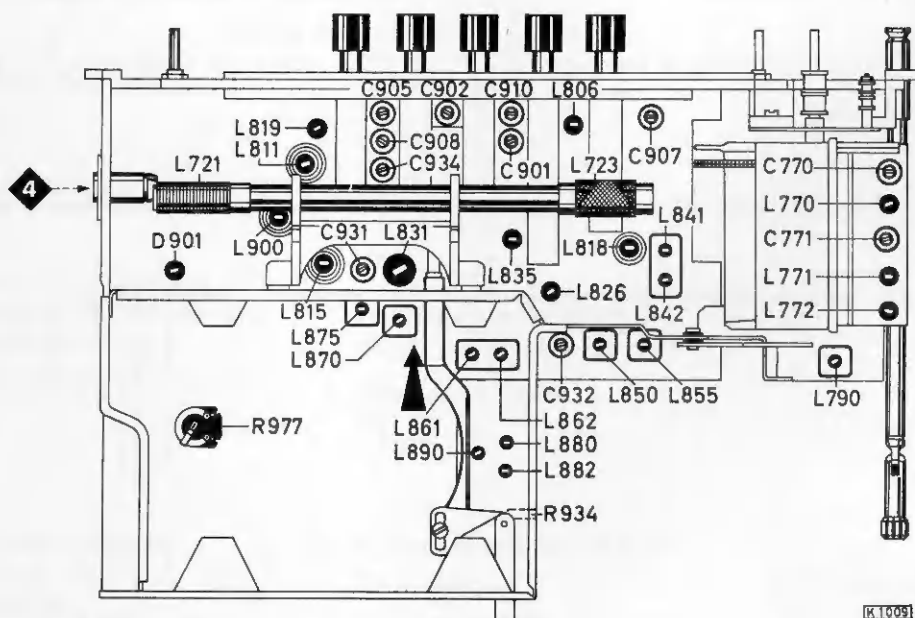

Fig. 3
- 6.5 Den Ruhestrom ca. 1 Minute nach dem Einschalten des Gerätes mit dem Einstellregler R 977 (Fig. 3) auf $4 \text{ mA} \pm 20\text{--}10\%$ einstellen.
Achtung! Beim Abgleich des MW- und LW-Vorkreises auf dem Wellenschalter muß der Umschalter, Fig. 3, in Pfeilrichtung geschaltet sein.
- 6.5 Approx. 1 minute after switching on set, set zero signal current via adjuster R 977 (fig. 3) to $4 \text{ mA} \pm 20\text{--}10\%$.
Attention! When aligning the MW and LW RF circuit on the waveband switch the conversion switch, fig. 3, must be switched in direction of the arrow.
5) Ein AM-Signal, 400 Hz, 30 % moduliert, soll eine Ratiospannung von 1,4 V erzeugen. Dann mit R 934 ein Spannungsminimum am Outputmeter einstellen, Fig. 3.
5) An AM signal, 400 Hz, 30 % modulated, must produce a ratio voltage of 1.4 V. Adjust a voltage minimum at the outputmeter by means of R 934, see fig. 3.